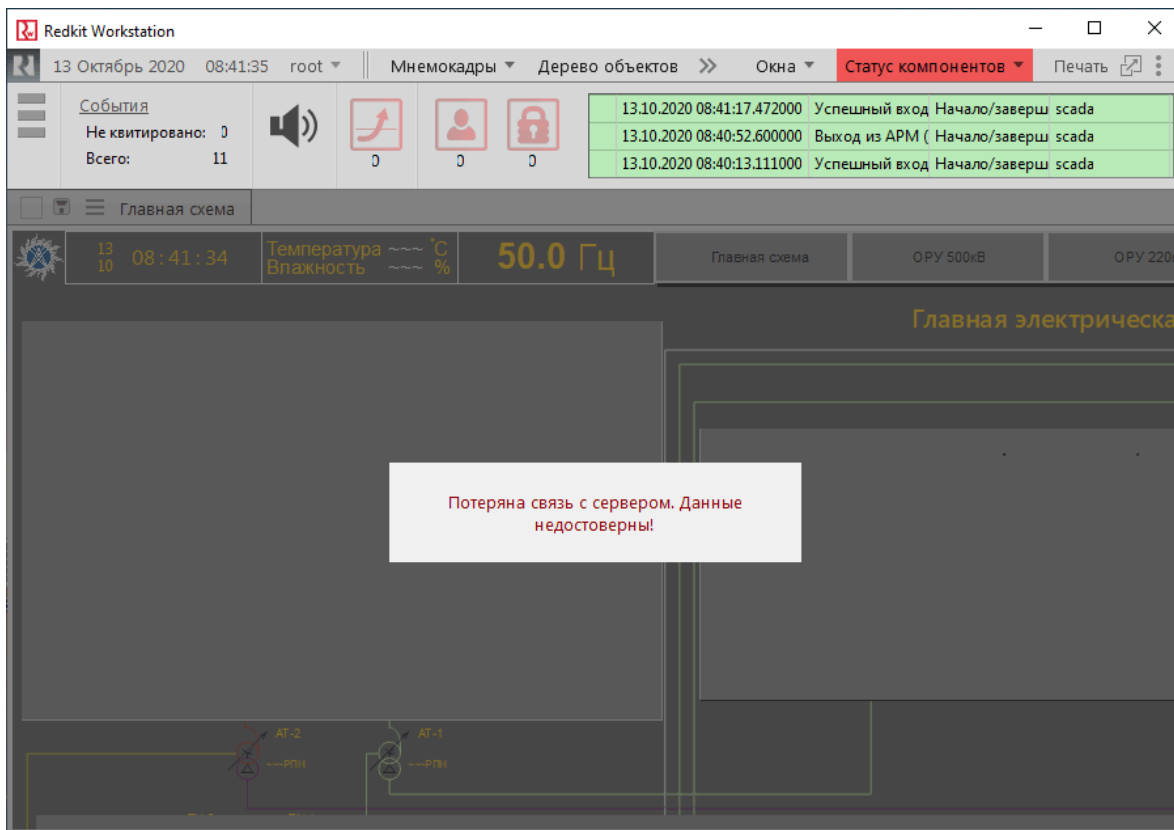

Рисунок 10 - Нет связи с сервером
3. Красный фон – потеря всех критически важных модулей узлов в системе. При этом содержимое окон станет неактивным (Рисунок 10).